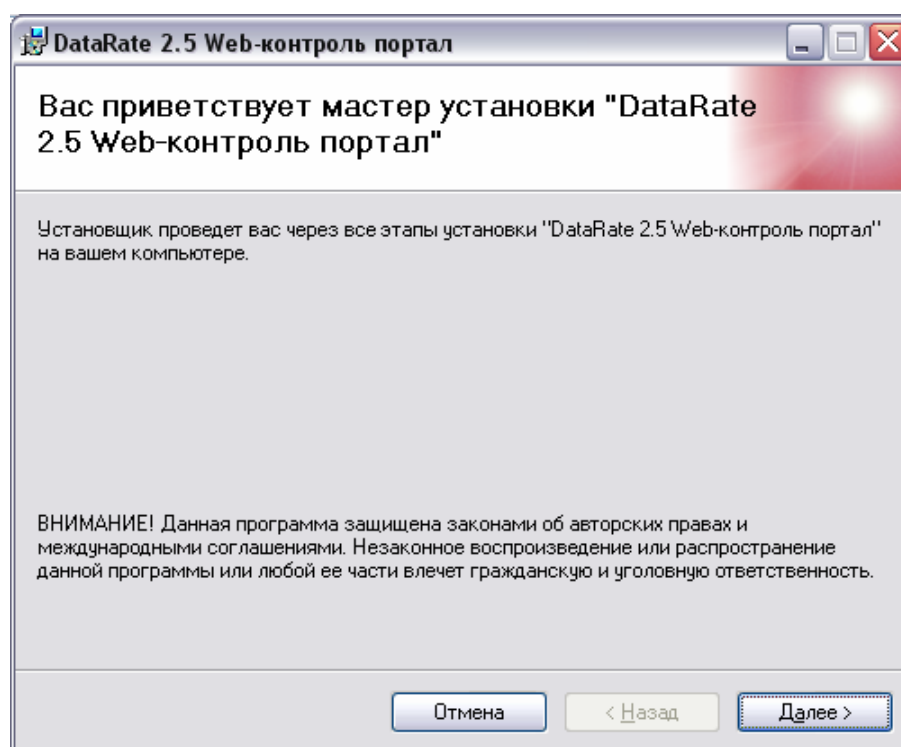

Рисунок 7 - Установка **Web-контроль портала**
5) Установка **Web-контроль портала** (рисунок 7).